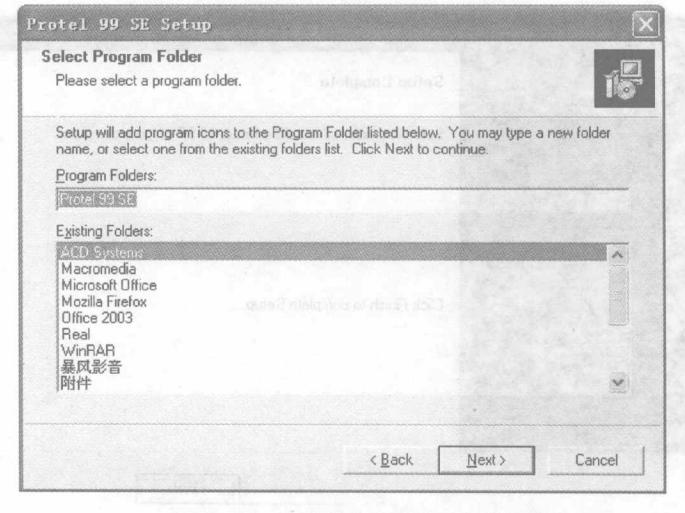

图 1-8 创建程序文件夹对话框
(8) 单击【Next】按钮，出现如图 1-8 所示的创建程序文件夹对话框。系统默认将启动图标放在 Protel 99 SE 文件夹中，用户可以在编辑框里改变图标的所在路径。